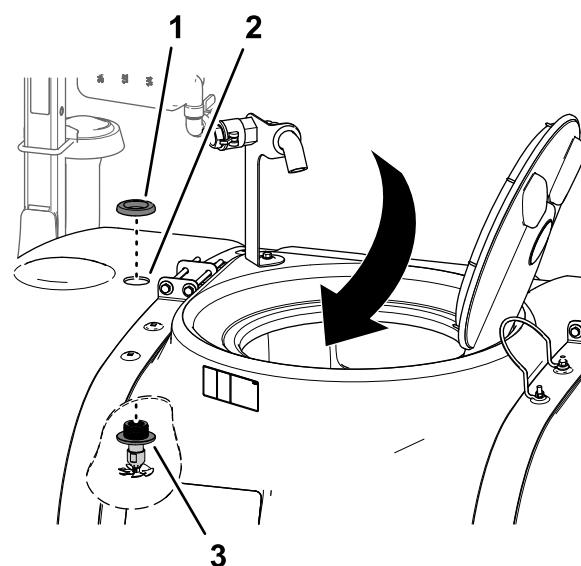

Рисунок 22
3. На переднем отверстии диаметром 4,5 см в баке опрыскивателя повторите действия, описанные в пунктах с 1 по 2, для другого промывочного сопла в сборе (Рисунок 22).